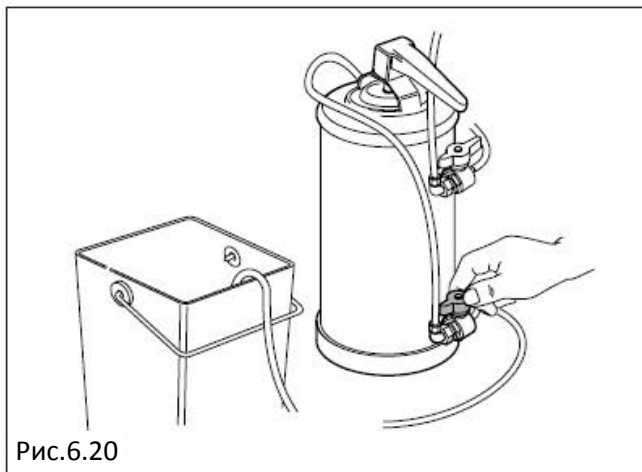

Рис.6.20
- Откройте нижний кран, опустив шланг в ведро или лучше в сто (Рис. 6.20).